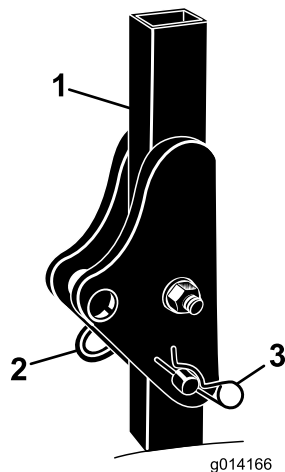

図 3
1. 機体の左右で保護バーからヘアピンコッターを抜き、ピンを外す (図 3)。
2. ROPS をまっすぐに立ててピンで固定し、ヘアピンコッターでロックする (図 3)。